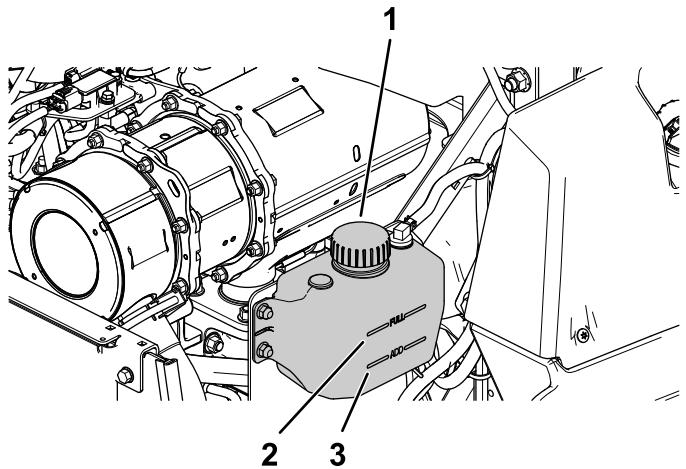

Figure 52
4. Vérifiez le niveau du liquide de refroidissement dans le vase d'expansion (Figure 52).
5. Si le niveau du liquide de refroidissement est trop bas, enlevez le bouchon du vase d'expansion et faites l'appoint avec le liquide spécifié (Figure 52).